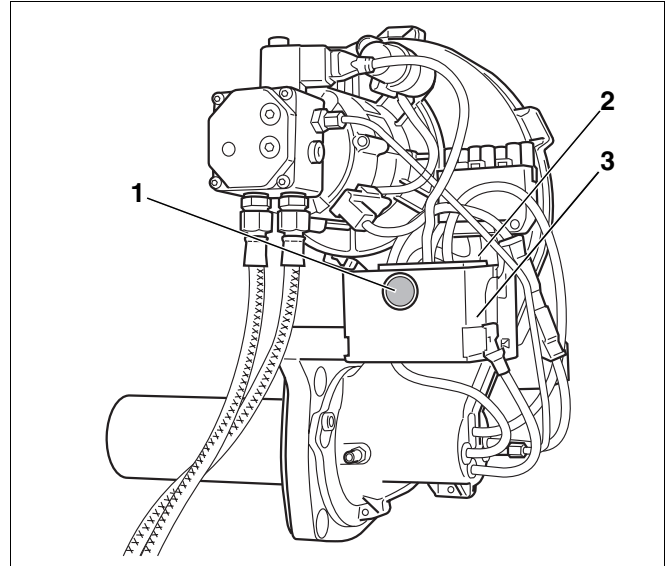

Abb. 16 Entstörtaster und Signalleuchte
- Entlüften Sie das System mithilfe der eingebauten Ölpumpe, nicht durch wiederholtes Drücken des Entstörtasters (Abb. 16, **Pos. 1**).
- Entstörtaster (Abb. 16, **Pos. 1**) länger als eine Sekunde drücken (einschalten). Nach ca. fünf Sekunden geht der Brenner in den Anfahr- bzw. Betriebsmodus (siehe Tabelle 10, „Anzeige des Betriebszustandes des Brenners über die mehrfarbige LED“, Seite 18).
- Entstörtaster drücken (Abb. 16, **Pos. 1**).